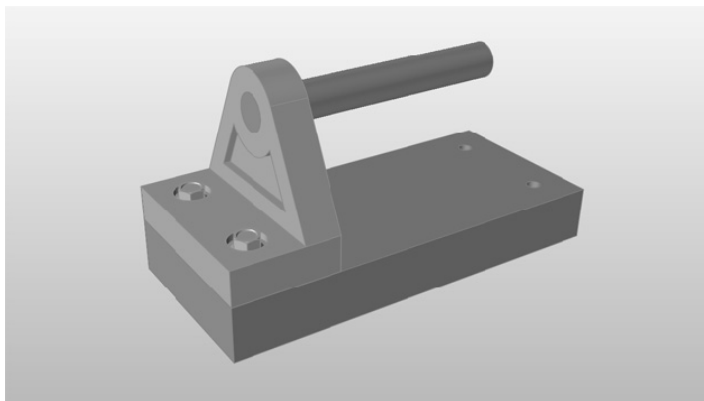

图 3-23
3) 选中的对象显示为黄色。按〈Ctrl+C〉及〈Ctrl+V〉键进行复制、粘贴零件。新复制出的对象与源对象重合在一起, 如图 3-23 所示。